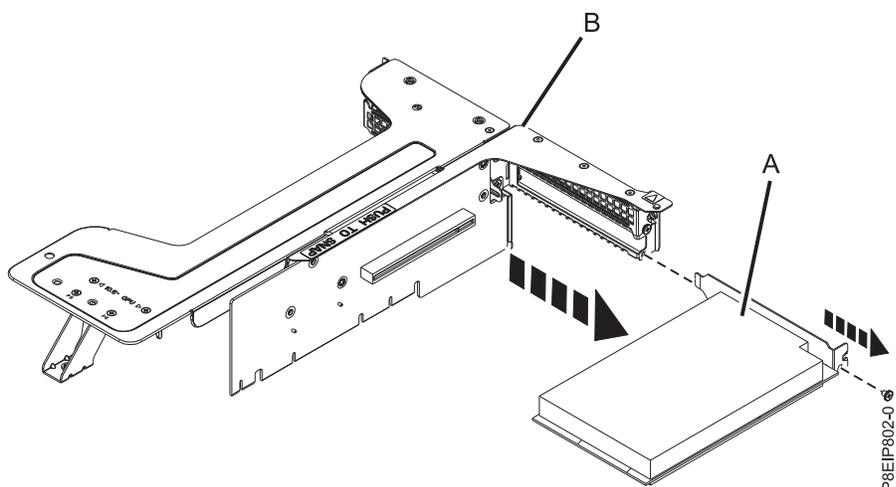

図 41. ライザーからの位置 2 のアダプターの取り外し
- i. 位置 2 のアダプター (A) のプラグを PCIe アダプター・ライザー (B) から抜きます (41 ページの図 41 を参照)。